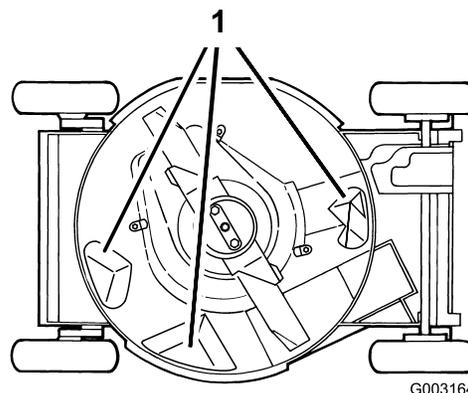

Figura 36
Para asegurar el mejor rendimiento, mantenga limpios los bajos de la carcasa. Tenga especial cuidado de mantener libres de residuos los deflectores (Figura 36).
5. Retire las 2 tuercas de la cuchilla, el protector de césped, el acelerador y la cuchilla (Figura 36).